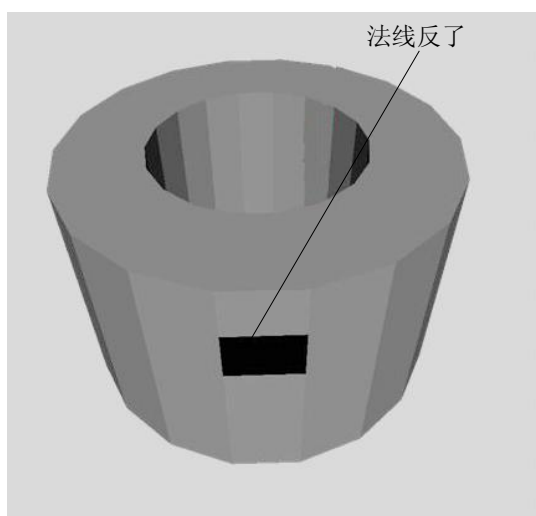

图 7-4 打印模型法线方向一致
4) 正确的法线方向。模型中所有面的法线需要指向一个正确的方向。如果模型中包含了错误的法线方向，打印机就不能判断出是模型的内部还是外部，如图 7-4 所示。